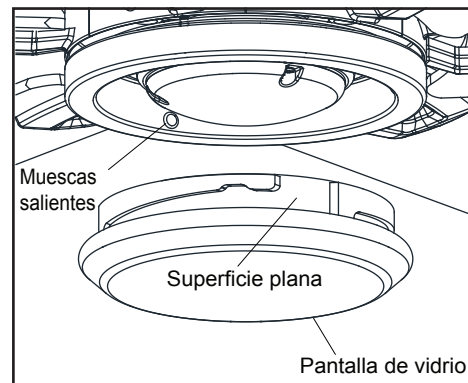

Figura 15
5. Coloca la pantalla dentro de la carcasa del kit de luces alineando las tres áreas planas en la parte superior de la pantalla con las tres muescas salientes en la carcasa. Gira la pantalla hacia la derecha hasta que se detenga. Asegúrate de girar el lente completamente. Ejerce suficiente fuerza para superar el primer bache y gira completamente hacia adentro. (Figura 15)